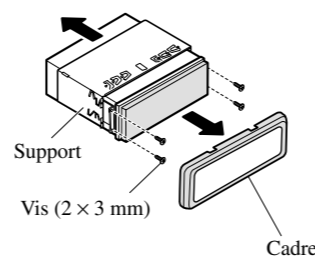

Fig. 14
- **Retirez le cadre et le support. (Fig. 14)**